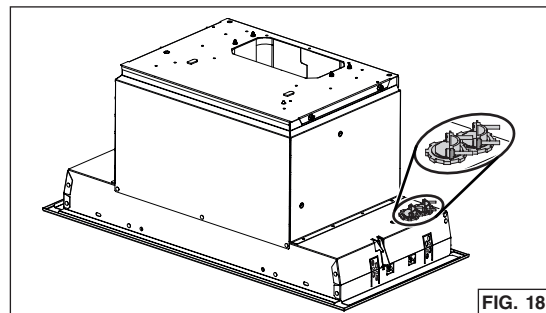

FIG. 18
4. Perfore los **dos** orificios punzonados. Instale una abrazadera de cables de un diámetro de 7/8 pulg. (no incluida, en gris en FIG. 18) en cada agujero.